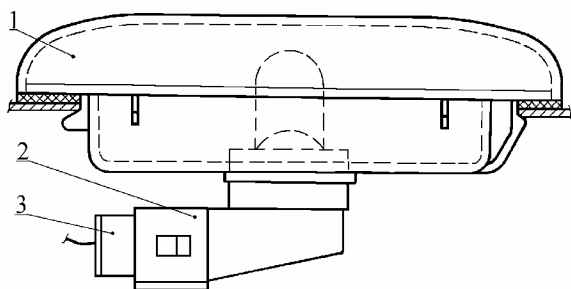

Рис. 30. Замена лампы (дет. WY5W) бокового указателя поворота:
8.9.3. Отсоединить колодку 3 (рис.30) и вынуть патрон 2 с лампой, повернув его против часовой стрелки. Вынуть лампу из патрона.